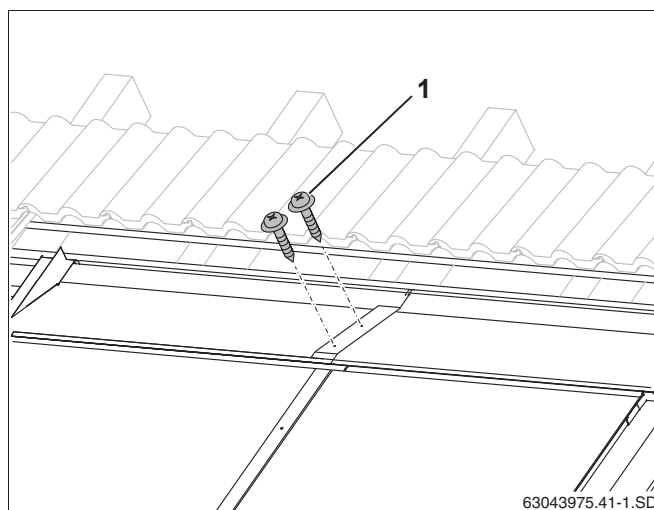

Рис. 58 Соединение верхних накладных листов саморезами
- ▶ Места перехлеста листов закрепите тремя прилагаемыми саморезами длиной 25 мм (рис. 58, **поз. 1**).